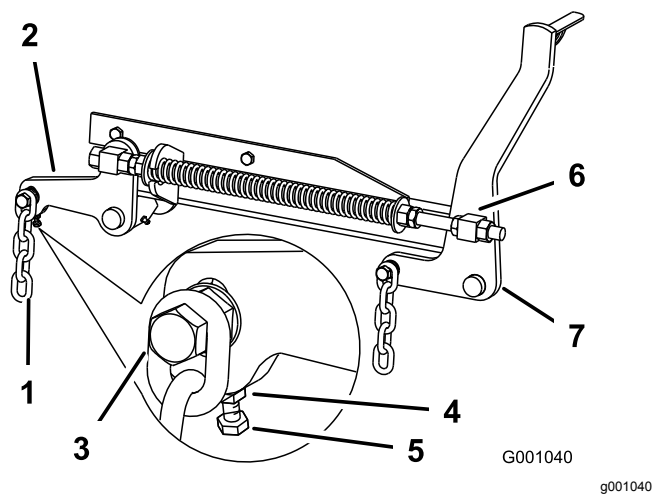

Figure 112
- Si la distance mesurée au point **B** ou **C** n'est pas correcte, desserrez le boulon qui fixe la chaîne arrière au bras de support arrière (Figure 112).
8. Desserrez l'écrou de blocage sous le bras de support arrière et agissez sur le boulon de réglage de manière à obtenir une distance de 80 à 83 mm ; voir Figure 112.
7. Desserrez d'environ 13 mm les écrous de blocage à l'avant des pivots avant gauche et droit (Figure 112).
8. Réglez les écrous de levage sur les côtés gauche et droit de la machine de manière à abaisser l'avant de 6 à 10 mm au point **A** par rapport au point **B** à l'arrière (Figure 112).